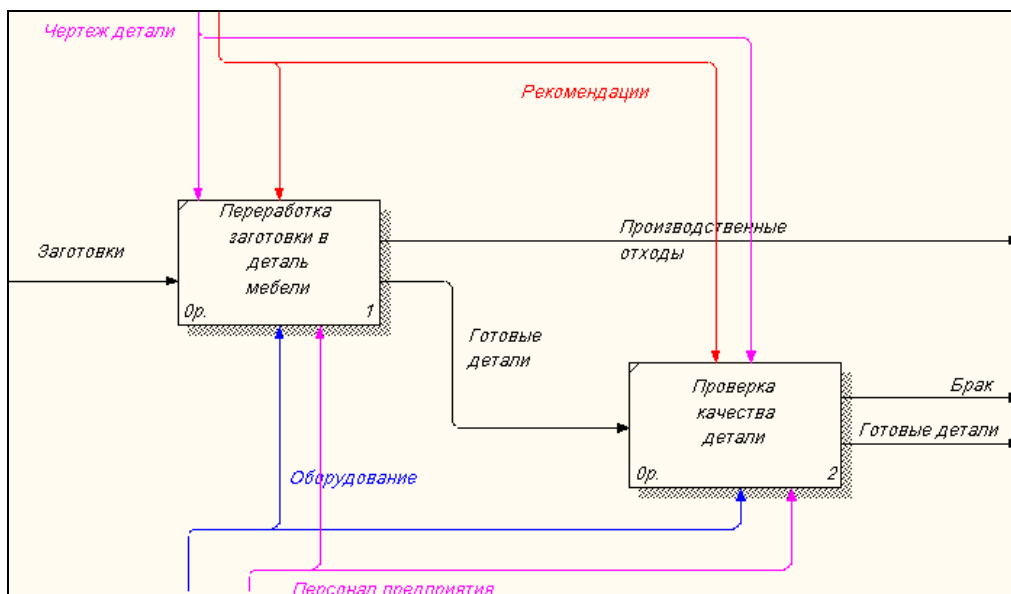

Рис. 3.5. Детализация процесса ИЗГОТОВЛЕНИЕ ДЕТАЛЕЙ
8. Проверьте себя (рис. 3.5.).